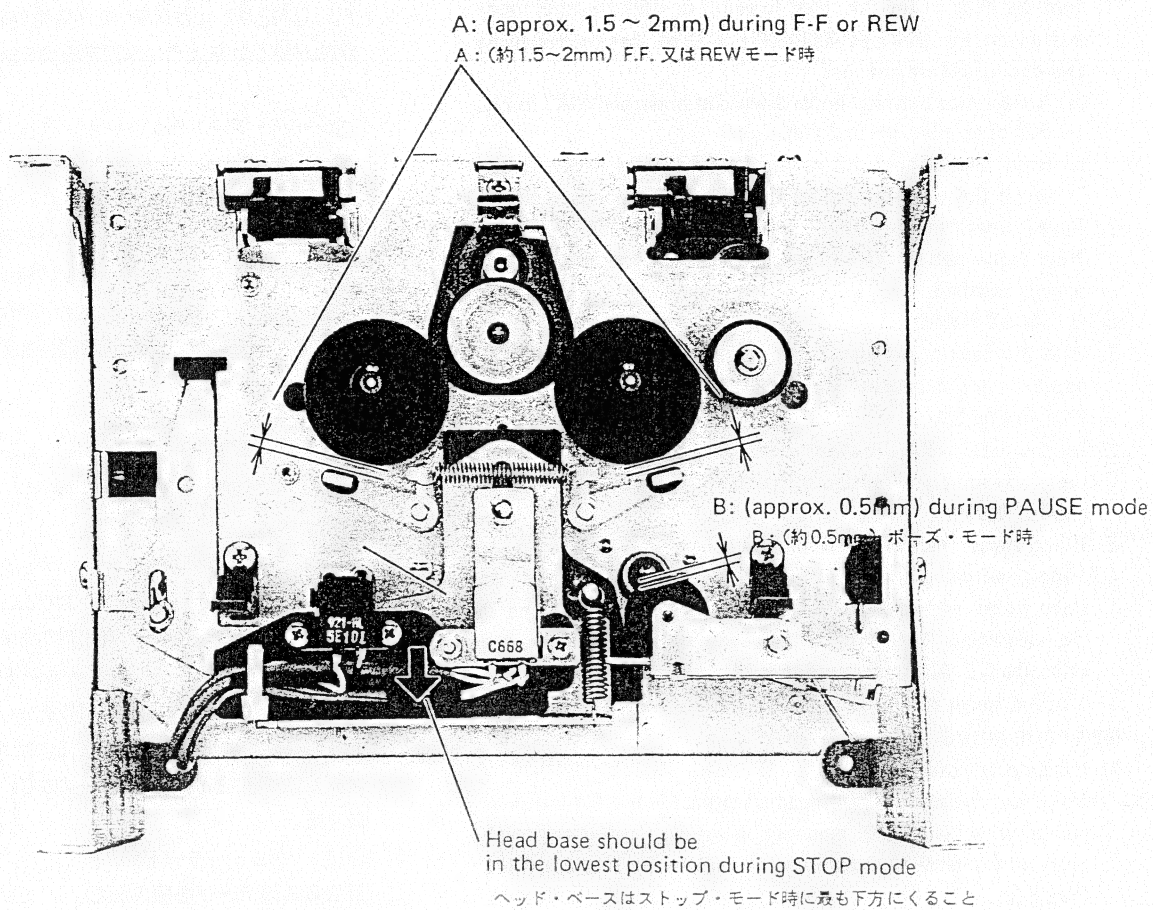

Fig. 5-2
- a) A clearance between brake drum and brake pad ("A" in Fig. 5-2) of approx. 1.5 to 2 mm.
2. Set the deck to PAUSE mode and observe the clearance between the pinch roller and capstan shaft ("B" in Fig. 5-2). It should be approx. 0.5 mm.
- ・ ブレーキ・ドラムとブレーキ・パッドのすき間 (図 5-2 の A) が約 1.5mm~2mm であること。
2. ポーズ・モードの時にピンチ・ローラとキャプスタン・シャフトの間隔 (図 5-2 の B) が約 0.5mm であるか確認する。